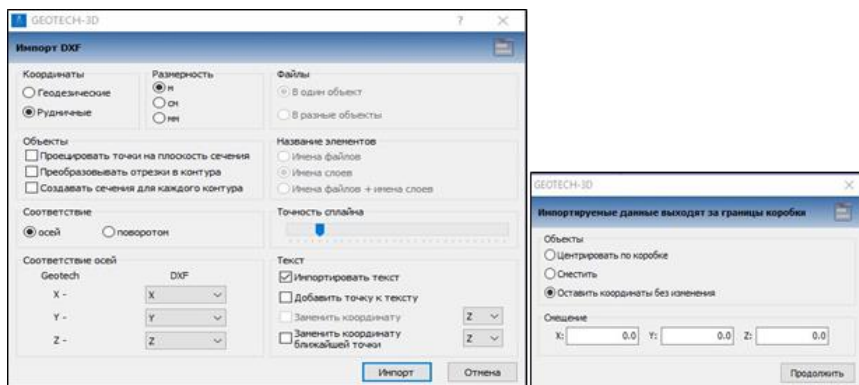

Рис. 3.1. Импорт из файла
4.2. В открывшемся диалоговом окне **Импорт из файла** установите настройки согласно рис. 3.1. Флажок **Координаты** указывает, в каком виде хранятся координаты в DXF-файле – в геодезических или рудничных.
6. Согласно рис. 3.1 оставьте координаты без изменения, нажмите **Продолжить**.